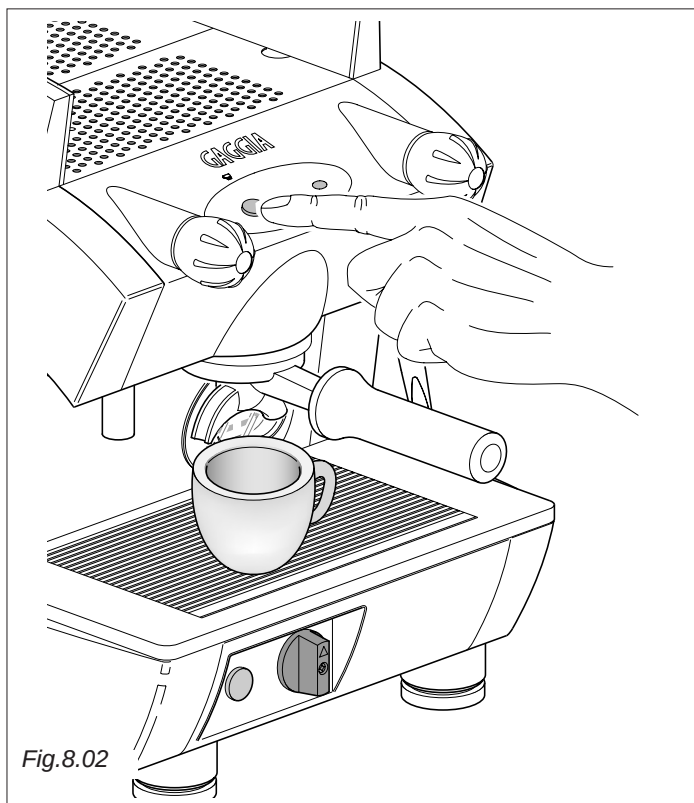

Fig.8.02
Quando le tazzine saranno piene premere l'interruttore per interrompere l'erogazione (GE) (Fig.8.02) o aspettare lo spegnimento automatico (GD).